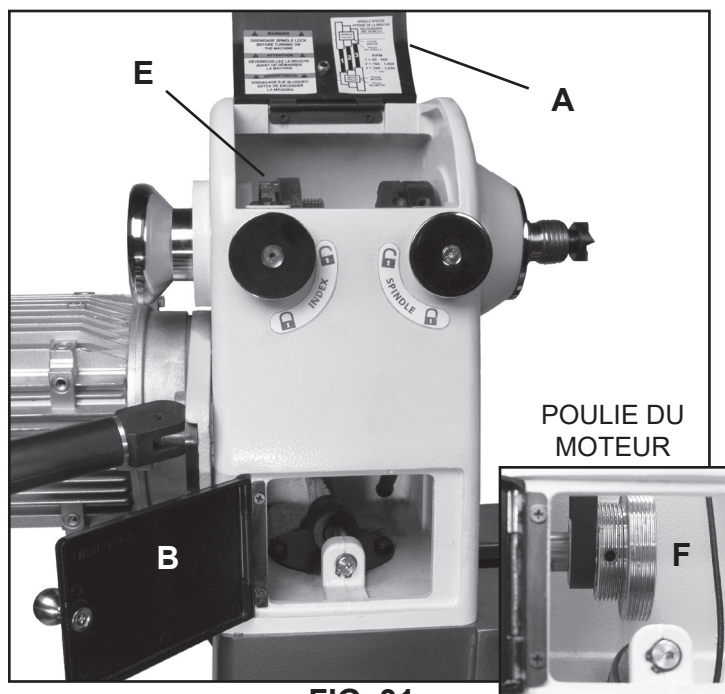

FIG. 31
2. Ouvrez les 2 portes (Fig. 31, A & B) pour accéder à la courroie et aux poulies (E & F) à l'intérieur de la poupée fixe.